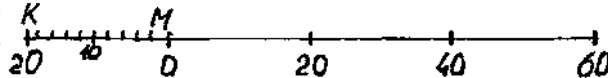

Рис. 1 Оцифровка линейного масштаба
1. Проводят прямую линию длиной 8см (рис.1).
2. На этой прямой откладывают несколько раз отрезок а = 2см (рис. 1).
а) правую крайнюю точку (М) первого основания принимают за нуль (рис.1);
Малых делений 6.5 (13м : 2м = 6.5) рис.1.